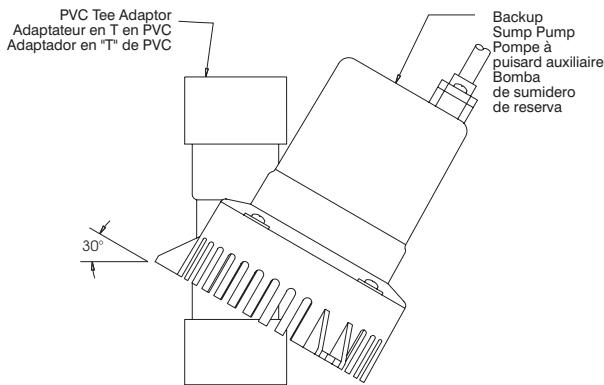

Figure 4
7. Attach the PVC tee adapter (included) to the backup pump discharge. Rotate the backup pump approximately 30 degrees from the vertical, as shown in Figure 4, to prevent the pump from air-locking. Cement and tighten the joint.
7. Fixer l'adaptateur en T en PVC (inclus) à l'orifice de refoulement de la pompe auxiliaire. Faire tourner la pompe auxiliaire d'environ 30 degrés de la verticale, tel qu'illustré dans la Figure 4, pour empêcher la pompe d'être bloquée par l'air. Cimenter et resserrer le joint.